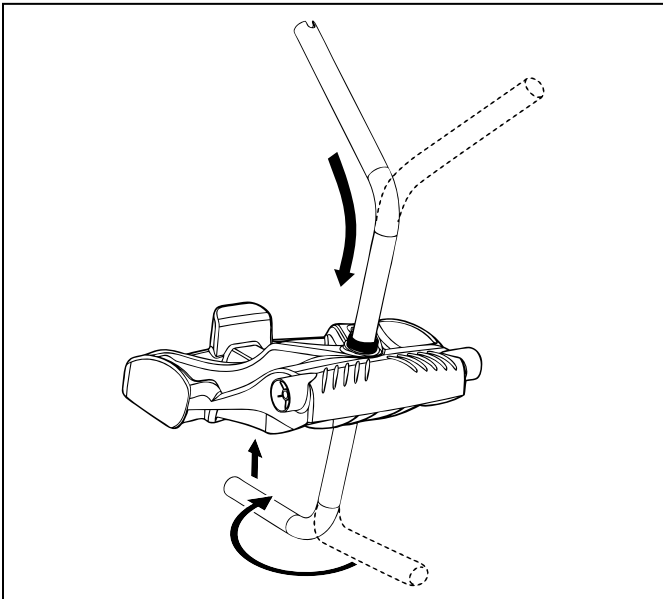

Figura 3. Acople la pieza de metal a la unidad de base
2. Inserte el tubo de la manija de metal en la unidad de base con el extremo de la muesca en la parte superior; luego hágalo girar para que la parte curva quede alejada de usted. (Figura 3).
- Empuje hacia abajo la unidad de base (Figura 3), para que la manija de metal quede asentada en la hendidura de la parte inferior de la base.